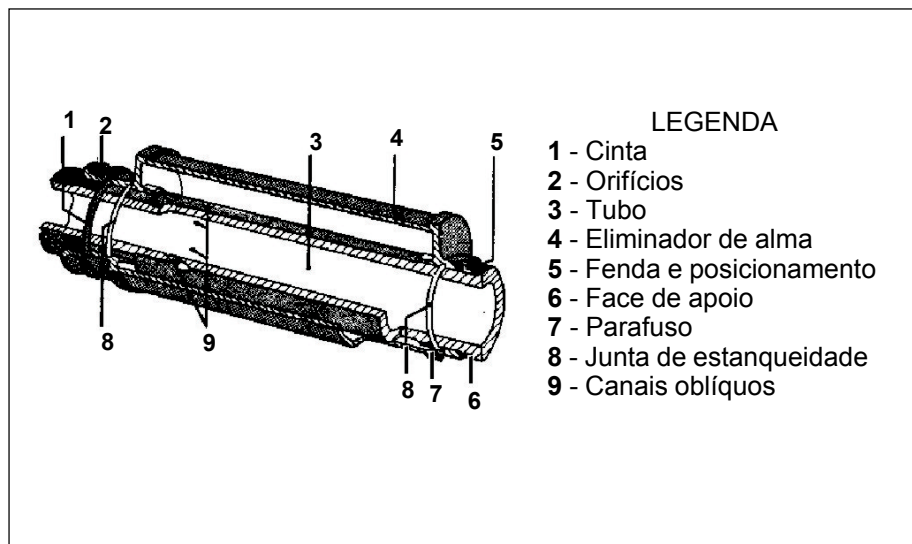

Fig 4-17. Eliminador de alma
**b. O eliminador de alma** (Fig 4-17) - Constituído de um cilindro que forma um espaço fechado em torno do tubo, sendo ligado a este, por 7 (sete) canais oblíquos. O eliminador de alma evita que os gases provenientes da combustão da pólvora, entrem no interior da torre, quando da abertura da culatra. Quando o projétil ultrapassa os canais oblíquos, uma parte dos gases sob forte pressão, penetram no cilindro; quando o projétil sai do tubo, esses gases escapam em grande velocidade pela boca do canhão, graças a depressão criada.